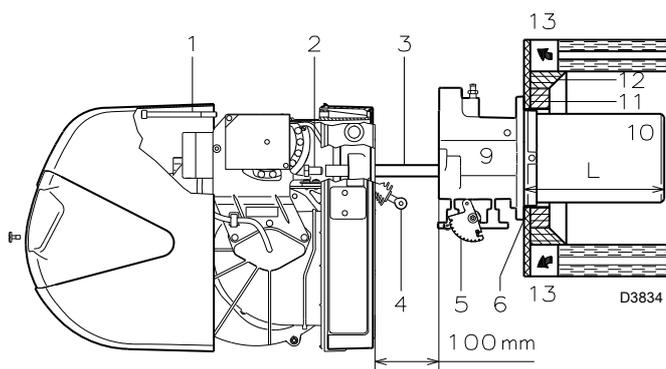
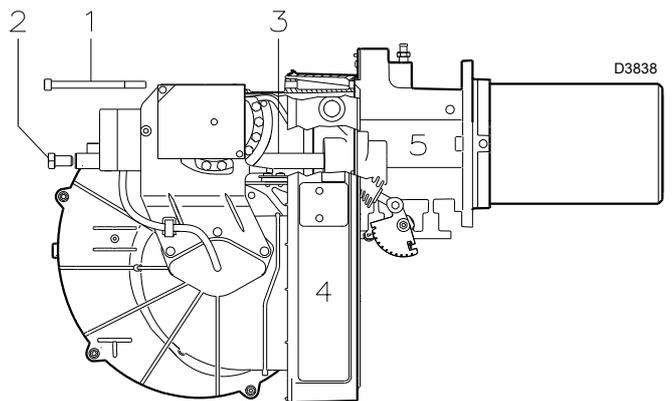

图 11
图 17
对于带前烟道 13 (图 11) 或回焰式炉膛的锅炉, 必须在锅炉炉补 11) 和烟道 12) 间插入炉补材料 10) 进行保护。
对于带水冷却前板的锅炉, 则不需要耐火材料制成的炉补 11)-12) (图 11), 除非锅炉制造商另有要求。
- ▶ 将燃烧头与燃烧器的其余部分分开 (图 11):
将燃烧器 9) (图 11) 安装到锅炉钢板上, 并在二者间安装隔热垫 6) (图 11)。使用随附的 4 个螺丝固定。燃烧器和锅炉之间的密封必须达到气密标准。
- ▶ 完成燃烧头调节后，将燃烧器 4) (图 17) 重新沿导轨 3) (图 17) 推进至离管路接口 5) (图 17) 约 100mm 处——燃烧器位置如图 11 所示——连接探针和电极电缆，然后将燃烧器推至管路接口处，燃烧器位置如图 17 所示。
- ▶ 将螺丝 2) (图 17) 重新装到导轨 3) (图 17) 上。
- ▶ 用螺丝 1) (图 17) 将燃烧器固定在管接头上。